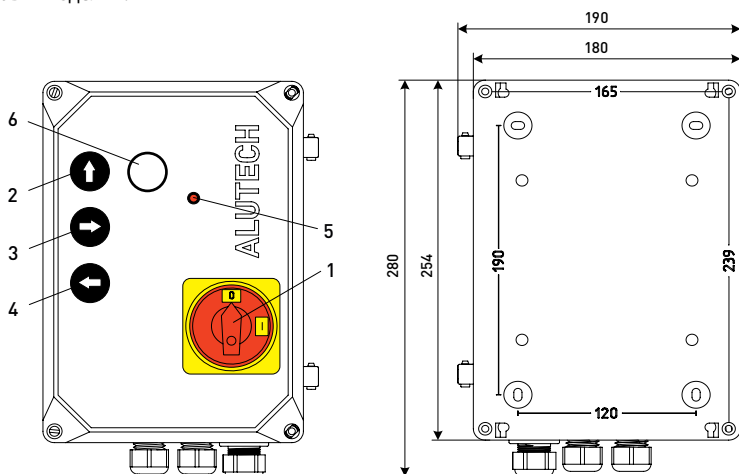

Рисунок 1. Блок управления (размеры указаны в миллиметрах)
Блок предназначен для использования в составе перегрузочного оборудования и выполняет управление компонентами перегрузочного оборудования. Непосредственно для перегрузочной платформы с телескопической (выдвижной) аппарелью, оснащенной 3-клапанным гидравлическим агрегатом. На крышке корпуса блока расположены выключатель сети **1** (рис. 1), кнопки управления **2, 3, 4 и 6**, светодиод индикации **5**.
HL1	Светодиод, сигнализирующий о работе кнопок управления 2, 3, 4 и 6 (рис. 1). Светит, если нажата кнопка управления.
J2	Разъемы подключения выключателя сети 1 (рис. 1, 3).
J10	Разъем подключения кнопок управления 2, 3, 4 и 6 , светодиода 5 (рис. 1, 7)
ВНИМАНИЕ! Положение установленной перемычки в разъемах **J12** и **J13** запоминается при переключении выключателя сети **1** (рис. 1) из положения **0** (положение «Выключено») в положение **1** (положение «Включено») и сохраняется в течении работы блока управления. При необходимости изменения положения перемычки в разъемах **J12** и **J13** отключите блок от сети, установите перемычку в требуемое положение и включите блок в сеть.
Для подачи напряжения питания на модуль блока управления переключите выключатель сети **1** (рис. 1) в положение **I** (положение «Включено»).
ВНИМАНИЕ! Если после включения блока управления не светит или моргает светодиод **5** (рис. 1), то перейдите к разделу 7 «Неисправности и рекомендации по их устранению».
После успешного выполнения пробных циклов, платформа должна вернуться в исходное положение. Для отключения напряжения питания переключите выключатель сети **1** (рис. 1) в положение **0** (положение «Выключено»).
Переключите выключатель сети **1** (рис. 1) в положение **I** (положение «Включено») для подачи напряжения питания на модуль блока управления.
- Подъем платформы происходит при нажатии и удержании кнопки управления  (**2**, рис. 1). Когда подъем завершён, отпустите кнопку , платформа остановится.
- После отпускания кнопки  в течение 2 секунд нажмите и удерживайте кнопку  (**3**, рис. 1). Аппарель будет выдвигаться.